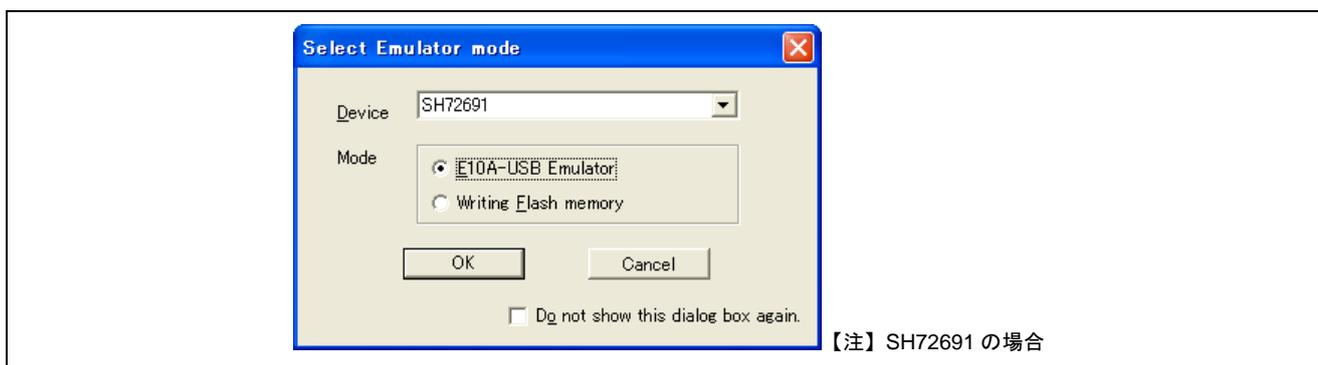

図 6.1 CPU select ダイアログボックス
- (1) PC に接続した E10A-USB エミュレータと、ユーザシステムを接続します。
- (2) High-performance Embedded Workshop を起動し、ユーザプログラムのワークスペースを開きます。
- (3) 図 6.1に示すCPU selectダイアログボックスが表示されます。